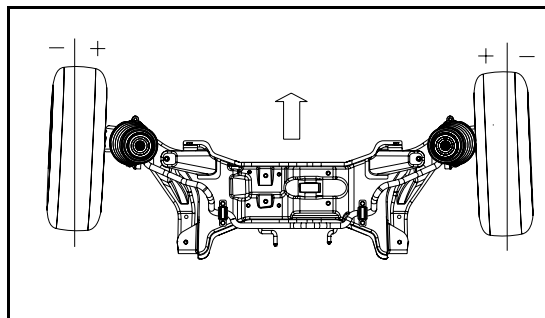

图 1-5 车轮前束
**3 车轮前束：**车轮前束是车轮偏离几何中心线向里偏转，而负前束则是车轮向外偏转，如图 1-5 所示。设置前束的目的是保证车轮平行滚动。前束也可补偿车辆向前行驶时，车轮支架系统产生的少量偏移。只有车轮设置前束合适时，车辆行